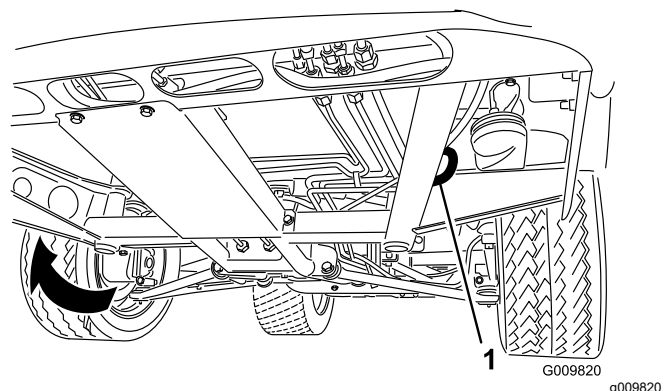
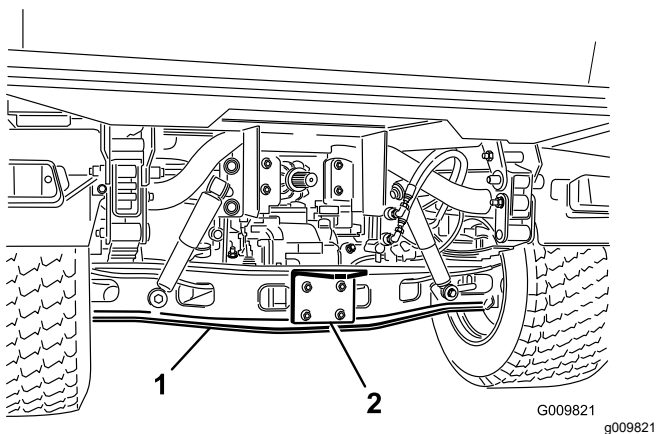

Figura 18
Figura 19
Consulte en Figura 18 y Figura 19 la ubicación de los puntos de amarre de la máquina.
1. Conecte un cable de remolque al punto de remolque, en la parte delantera del bastidor de la máquina (Figura 18).